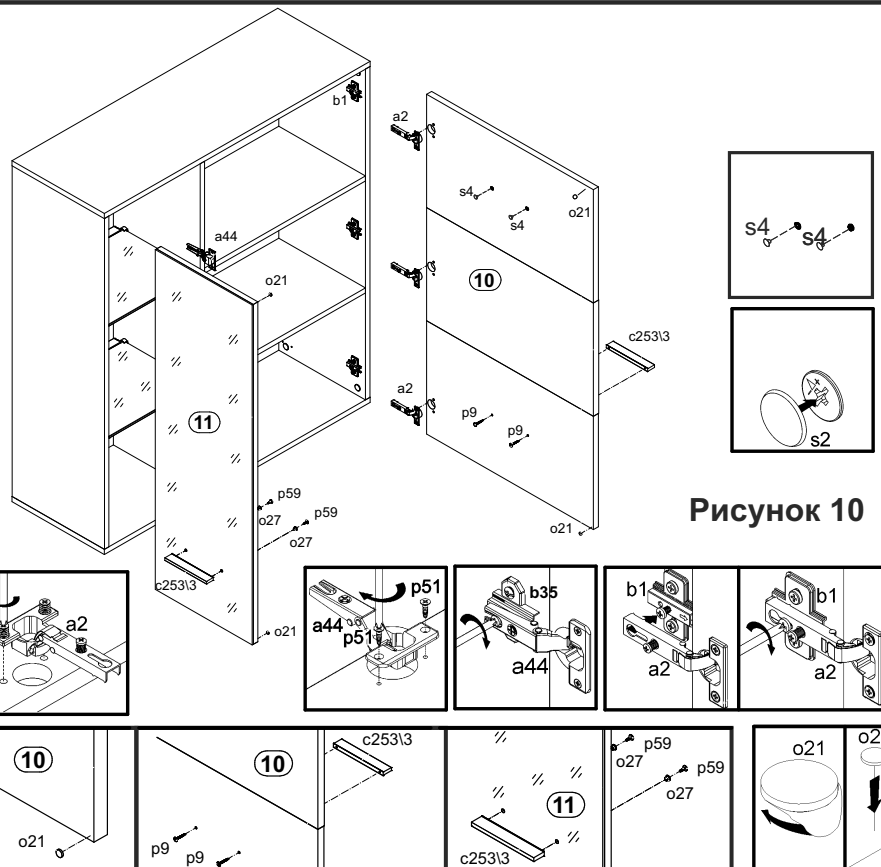

Рисунок 10
- Положить дверь **11** фасадной поверхностью вниз на ровную поверхность и закрепить на ней петли шарнирные **a44** шурупами **p51** (см.рис. 10).
- Положить дверь **10** фасадной поверхностью вниз на ровную поверхность и закрепить на ней петли шарнирные **a2** (см.рис. 10).
- Навесить двери **10, 11** на корпус изделия, совместив петли шарнирные **a44** с ответными планками петель **b35**, петли шарнирные **a2** с ответными планками петель **b1**. При необходимости отрегулировать положение дверей вращая регулировочные винты (см.рис. 10).
- На внутренней поверхности двери **10** в отверстия  $\text{Ø}5 \text{ мм}$  вставить шурупы **p9**. Снаружи совместить отверстия ручки **c253I3** с резьбой шурупов и завернуть шурупы **p9**, удерживая ручку (см. рис.10). Оставшиеся отверстия  $\text{Ø}5 \text{ мм}$  закрыть заглушками **s4**.
- На внутренней поверхности двери **11** в отверстия  $\text{Ø}5 \text{ мм}$  вставить втулки **o27**, а затем шурупы **p59**. Снаружи совместить отверстия ручки **c253I3** с резьбой шурупов и завернуть шурупы **p59**, удерживая ручку (см. рис.10).
- На внутренних поверхностях дверей **10, 11** закрепить демпферы **o21** (см. рис. 10)